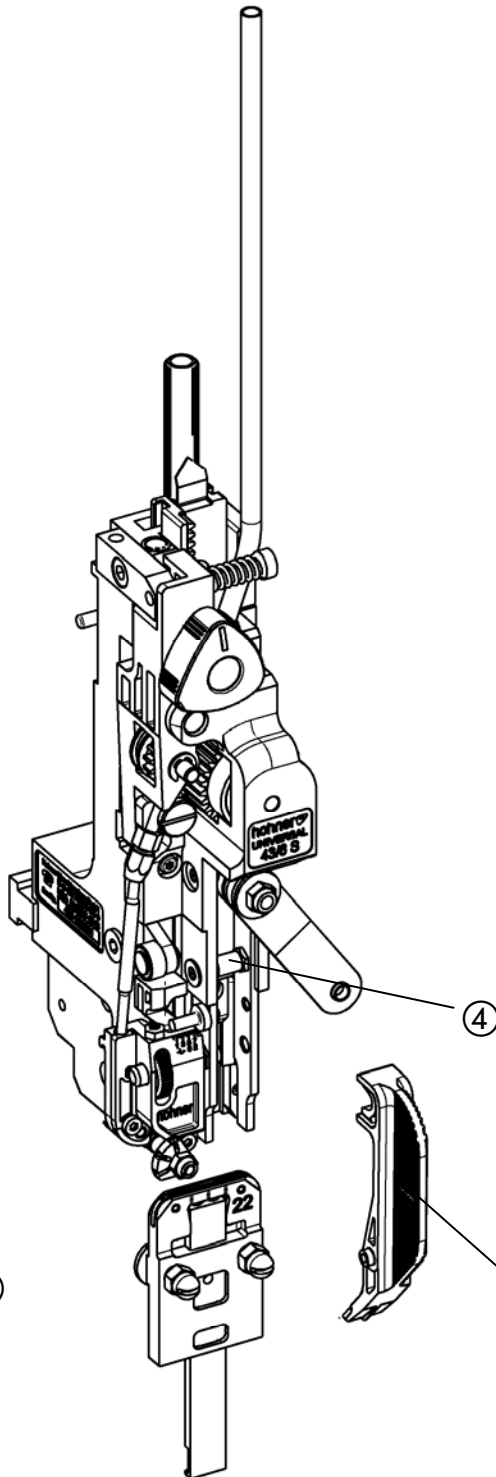
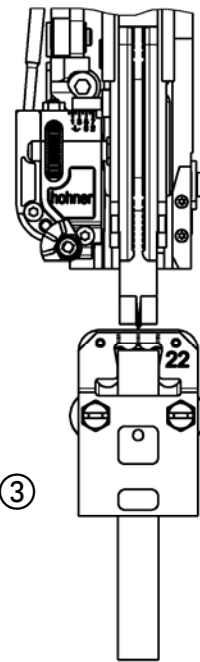

Abb. 8b
Abb. 8c
- Abb. 8b, Abb. 8c -
- Former ausbauen (vgl. 4.2.1). Lehre ③ auf Formeraufnahmebolzen ④ setzen und nach unten gegen Anschlag drehen. In dieser Position kann durch Fluchtung der Lehre zu den Skalenstrichen auf den Klinscherkasten, dieser genau ausgerichtet werden.
- Klemmmuttern ① festziehen und Lehre ③ entfernen. Former wieder einbauen.